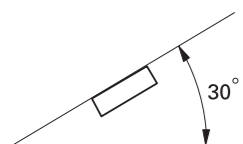

Fig. 7
- L'angle de l'installation, ne doit pas dépasser 30° par rapport à l'horizontale, faute de quoi l'unité ne fournira pas ses performances optimales. (Fig. 7)